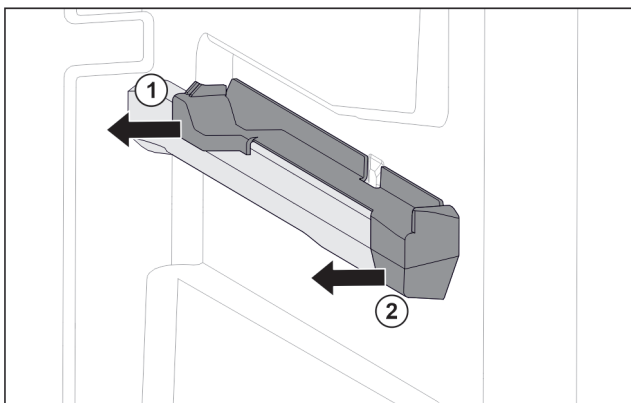

Fig. 73 Påsætningsdel på den højre beholderrist
- ▶ Træk den bageste del af påsætningsdelen af og til siden. Fig. 73 (1)
- ▶ Træk den forreste del af påsætningsdelen af og til siden. Fig. 73 (2)